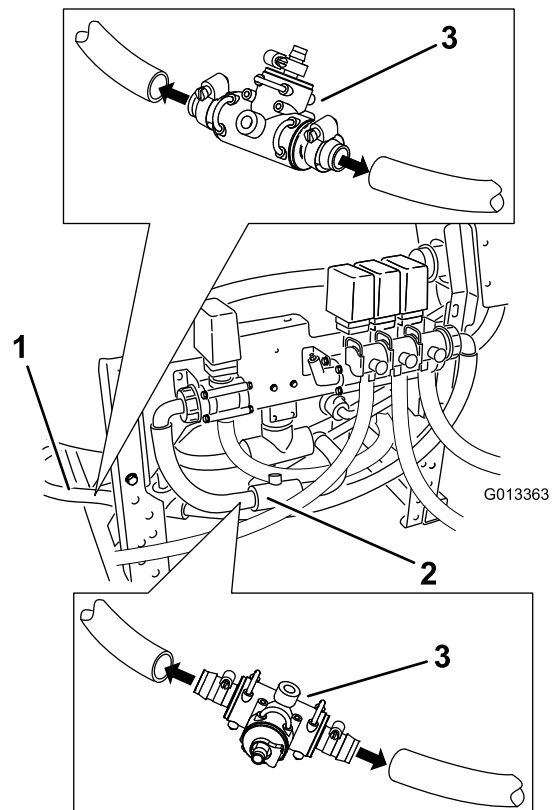

Figure 19
9. Coupez le flexible de dérivation à mi-chemin entre les vannes de la rampe et la cuve (Figure 19).
10. Appliquez du savon liquide sur les cannelures, insérez un raccord en T S53 dans l'intervalle et fixez-le avec 2 grands colliers (Figure 19).